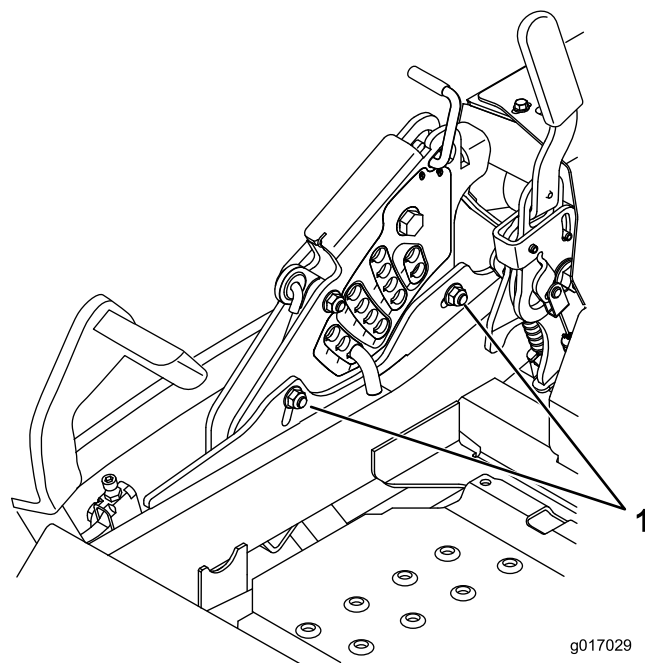

Figure 94
12. Si les biellettes de tablier avant ne disposent pas d'un réglage suffisant pour produire une hauteur de coupe précise, desserrez les deux boulons au bas de la plaque de hauteur de coupe pour ajuster le système monopoint (Figure 94).
14. Serrez les 2 boulons au bas de la plaque de hauteur de coupe (Figure 94).